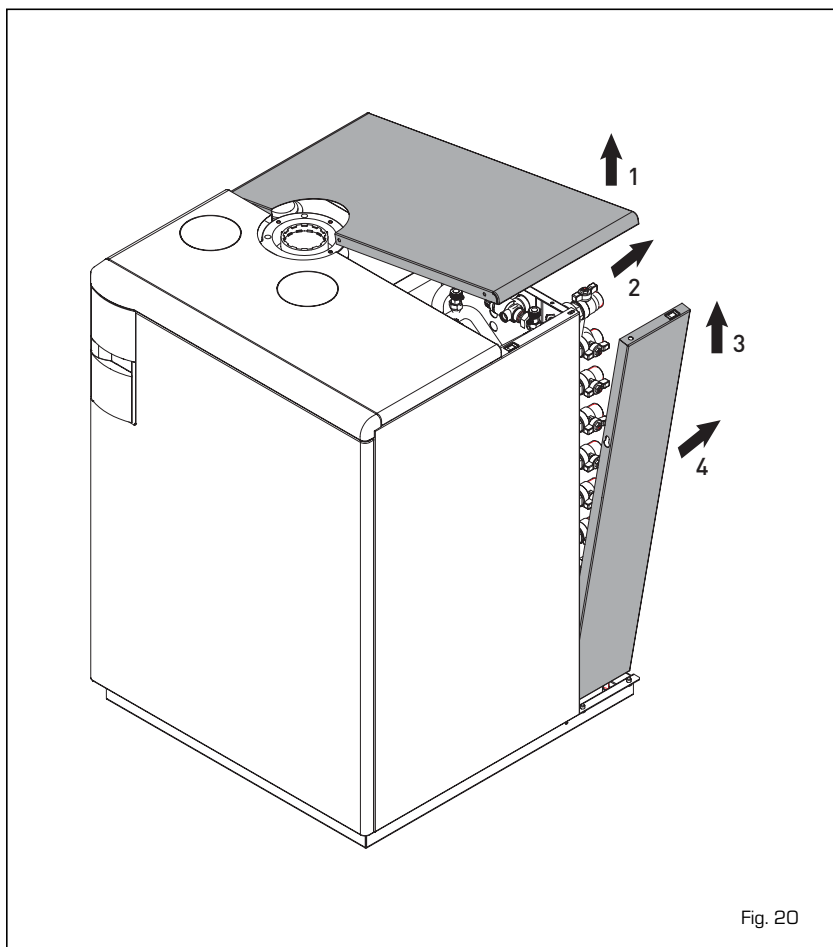

Fig. 20
4.4.1 Pannello laterale (fig. 20)